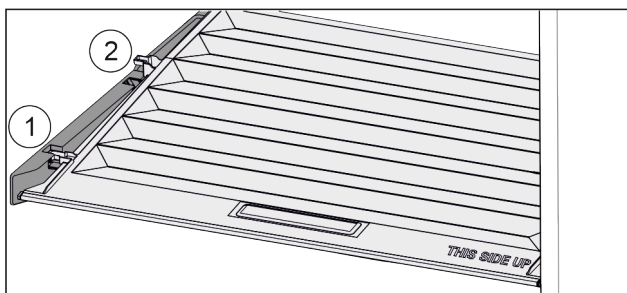

Fig. 161
- ▶ Deslice la tapa hacia delante hasta la abertura de las piezas de sujeción Fig. 161 (1).
- ▶ Levántela por detrás desde abajo y retírela tirando hacia arriba Fig. 161 (2).